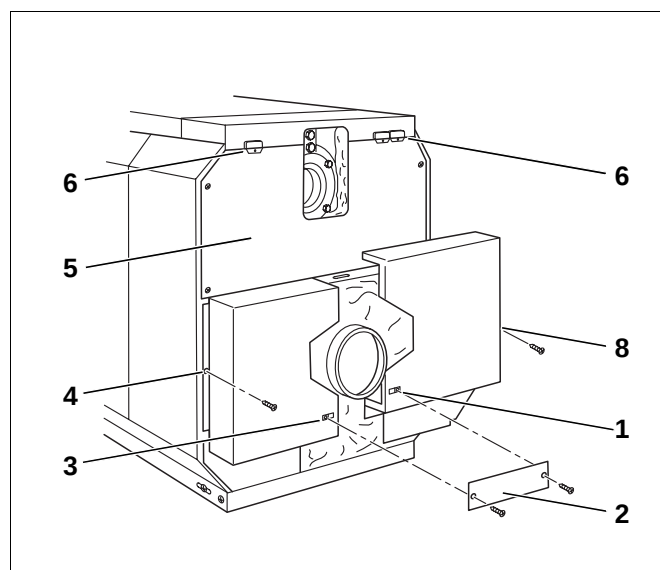

Abb. 58 Kesselrückwandteile montieren
- Schnappmuttern in die linke und rechte Seitenwand sowie in die Kesselrückwandteile einsetzen (Abb. 58, **Pos. 1, 3, 4 und 8**).
- Die unteren Kesselrückwandteile links und rechts in die Schlitz der Abkantung der oberen Kesselrückwand und der Seitenwand einhängen (Abb. 58, **Pos. 5**).
- Verbindungsblech (Abb. 58, **Pos. 2**) unterhalb des Abgasstutzens auf die Kesselrückwandteile mit Blechschrauben anschrauben.
- Kabeldurchführungen (Abb. 58, **Pos. 6**) aus Kunststoff wahlweise links oder rechts an der oberen Kesselrückwand (Abb. 58, **Pos. 5**) befestigen.